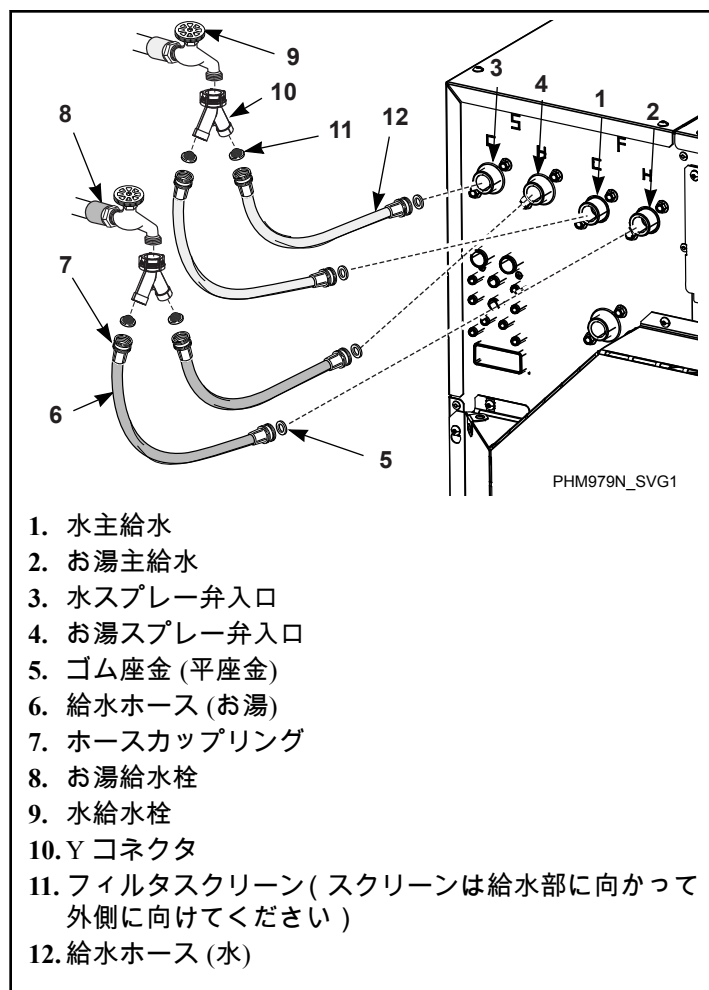

図 23
3. ゴム平座金1つを各給水ホースの一方の端に、フィルタスクリーン2つをもう一方の端に取り付けます。フィルタスクリーンは給水部に向かって外側に向ける必要があります。図23を参照してください。
7. お湯接続部に取り付けられている、1本のホースのゴム平座金付きカップリングを、("F"マークの真下に"H"マークが付いた)主給水弁の入口にねじ込みます。お湯接続部に取り付けられている、もう一方のお湯ホースのゴム平座金付きカップリングを、("S"マークの真下に"H"マークが付いた)スプレー弁の入口にねじ込みます。さらに手できつく締めます。図23を参照。
8. 水接続部に取り付けられている、1本のホースのゴム平座金付きカップリングを、("F"マークの真下に"C"マークが付いた)主給水弁の入口にねじ込みます。もう一方の水ホースのゴム平座金付きカップリングを、("S"マークの真下に"C"マークが付いた)スプレー弁の入口にねじ込みます。さらに手できつく締めます。図23を参照。